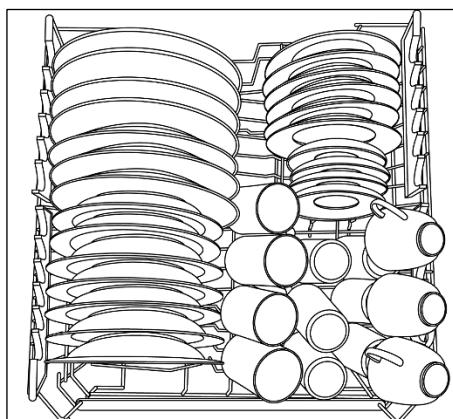

Fig. 1
- Țineți coșul de ambele părți și ridicați-l (fig. 1).
- Țineți coșul de ambele părți și ridicați-l ușor (fig. 1);
Oîncarcare zilnică standard este prezentată în fig. 1.
- Pentru a îndepărta filtrul, rotiți manerul în sens invers acelor de ceasornic (Fig. 1).